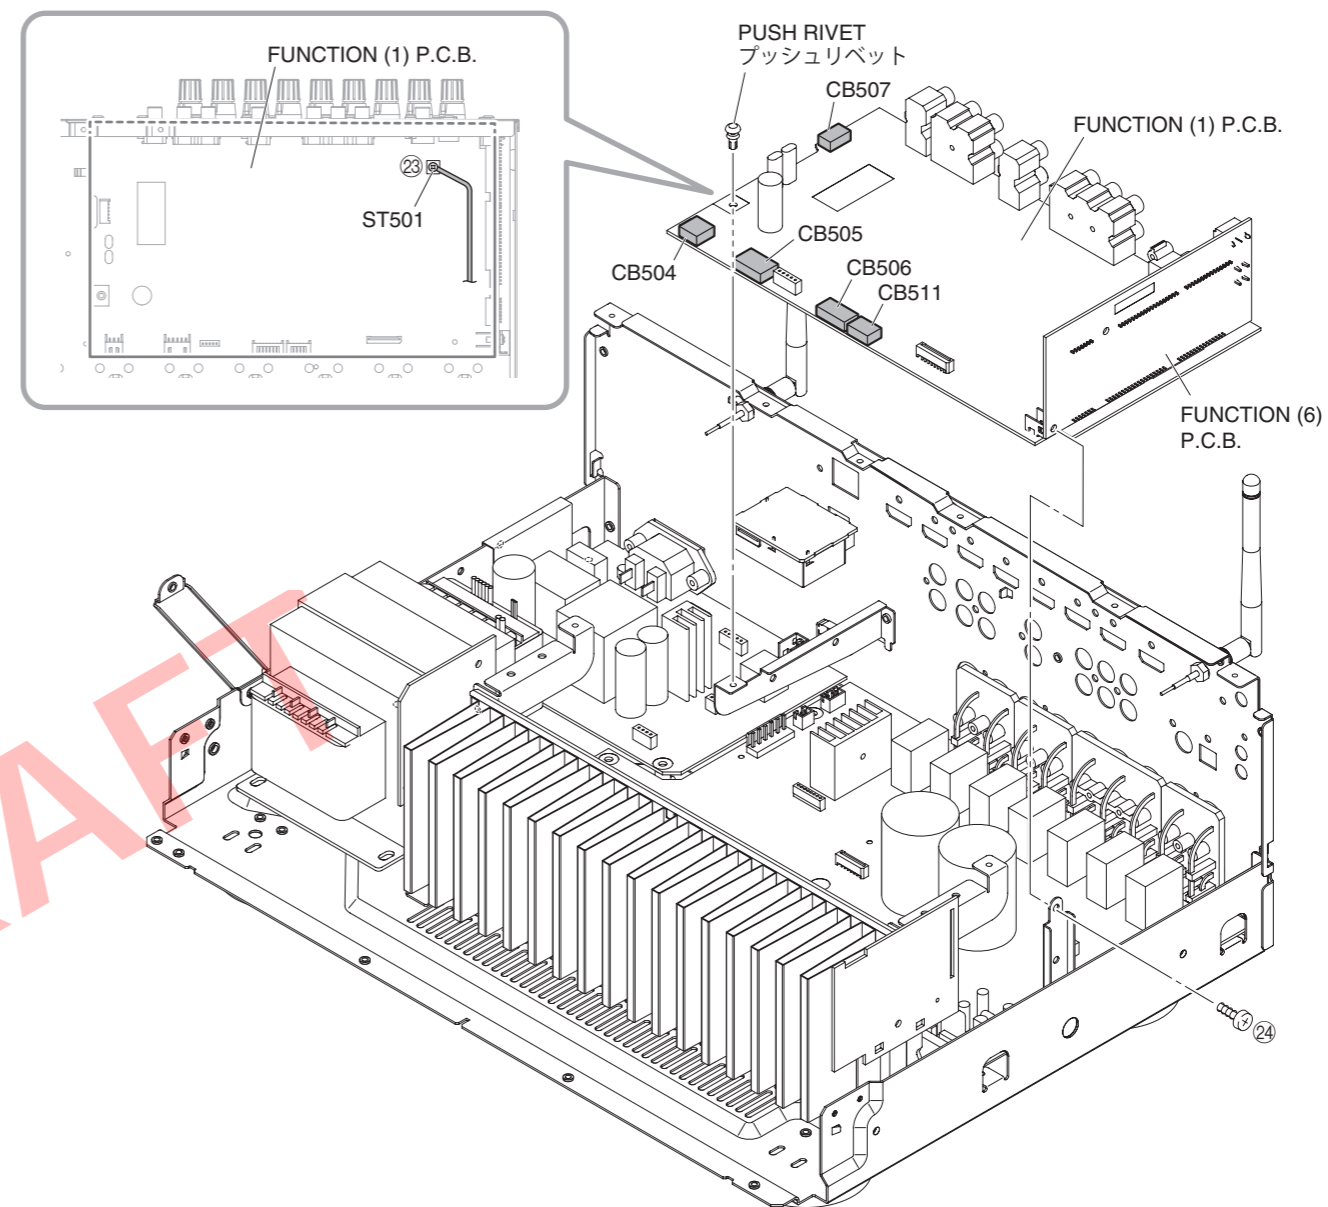

Fig. 9
- b. Remove screw (23), and then remove the ST501 cable. (Fig. 9)
- c. Remove screw (24). (Fig. 9)
- d. Remove PUSH RIVET. (Fig. 9)
- e. Disconnect CB504, CB505, CB506, CB507 and CB511. (Fig. 9)
- f. Remove the FUNCTION (1) P.C.B. and FUNCTION (6) P.C.B. together. (Fig.9)
- * FUNCTION (1) P.C.B. is connected directly to the FUNCTION (6) P.C.B. with board-to-board connectors.
- b. 23 のネジ 1 本を外し、ST501 のケーブルを外します。(Fig. 9)
- c. 24 のネジ 1 本を外します。(Fig. 9)
- d. プッシュリベットを外します。(Fig. 9)
- e. CB504、CB505、CB506、CB507、CB511 を外します。(Fig. 9)
- f. FUNCTION (1) を FUNCTION (6) P.C.B. と一緒に外します。(Fig. 9)
* FUNCTION (1) P.C.B. は FUNCTION (6) P.C.B. に基板対基板コネクタで直接接続されています。